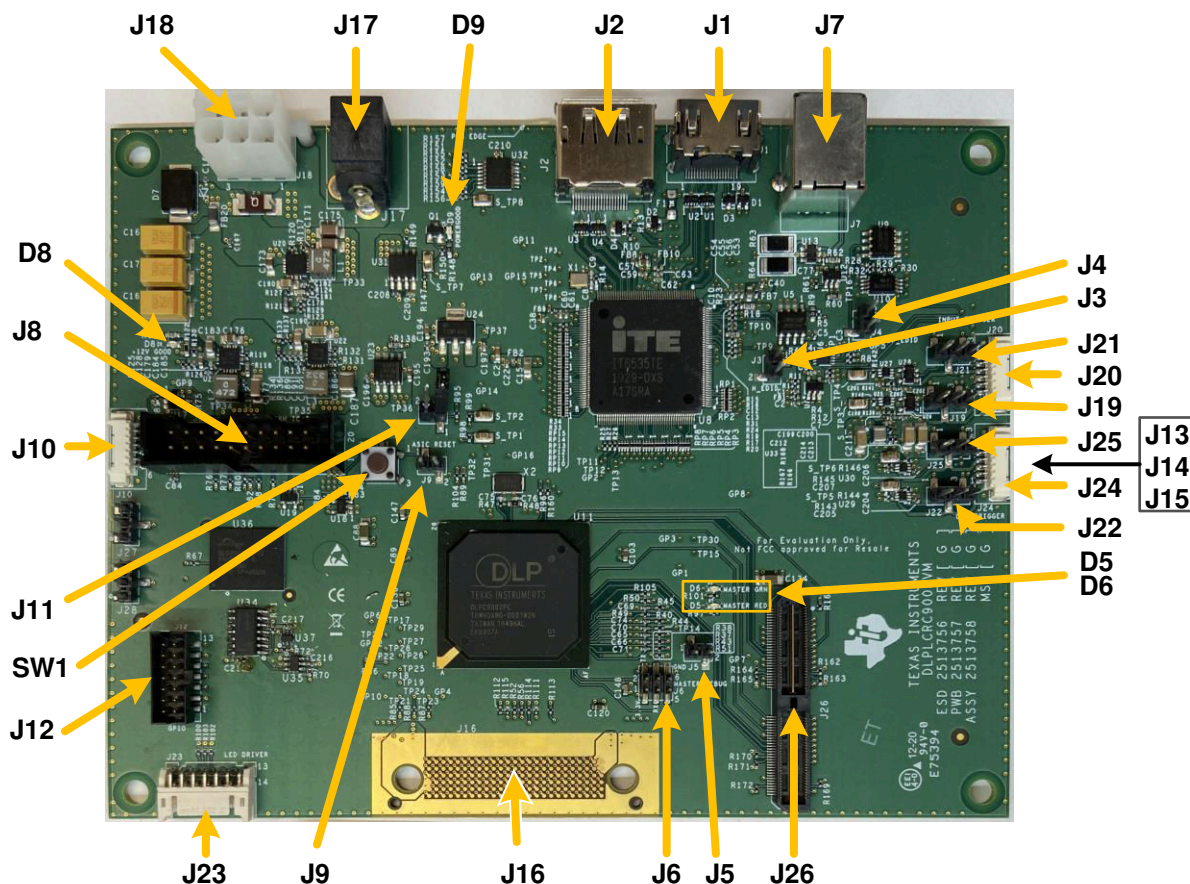

図 5-3. DLP LightCrafter シングル DLPC900 EVM のコネクタ (上面図)
スイッチおよびコネクタと、それぞれの場所を、図 5-3 に示します。注: モジュールには、電源 (およびケーブル)、USB ケーブル、ディスプレイ・ケーブルは付属していません。
1. 12V DC 電源を、図 5-3 の電源コネクタ J17 に接続します。
5. 図 5-3 に示すように、PC と、DLP LightCrafter シングル DLPC900 EVM のコネクタ J7 との間に、USB ケーブルを接続します。PC にケーブルを初めて接続するとき、DLP LightCrafter シングル DLPC900 EVM は、ヒューマン・インターフェイス・デバイス (HID) クラスの USB 複合デバイスとして表示されます。これらのデバイスは Windows オペレーティング・システムでネイティブに扱われるため、ドライバは必要ありません。